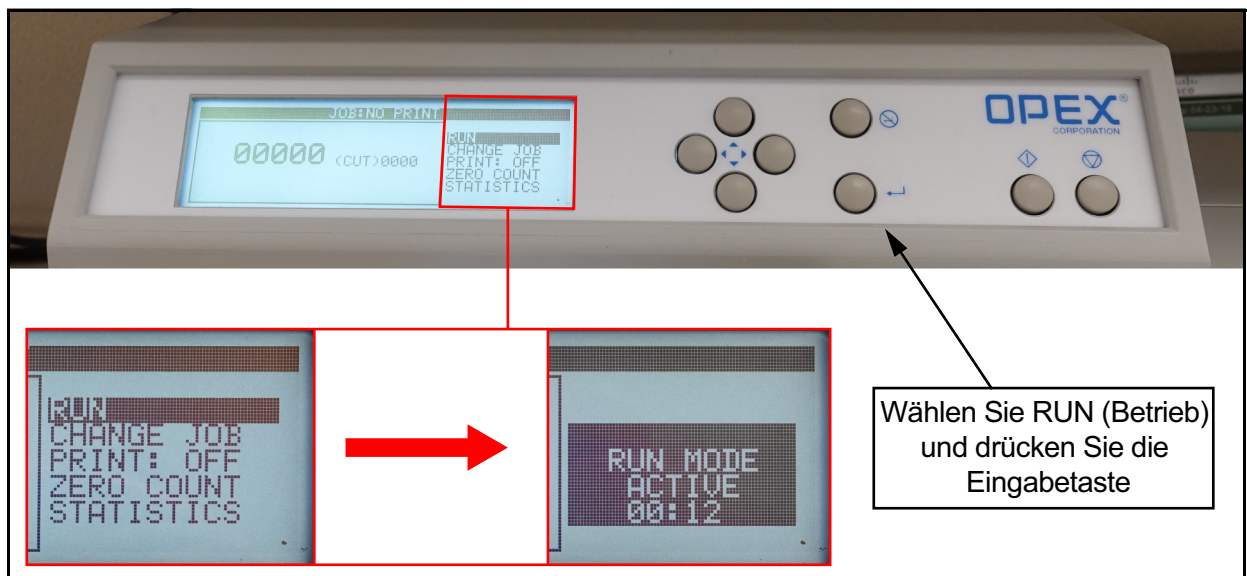

Abbildung 4-11: Das Gerät starten
9. Sobald Sie mit dem Betrieb beginnen können, heben Sie mit Hilfe der Pfeiltasten **Run (Betrieb)** hervor und drücken Sie die Taste Enter (Eingabe), um das Gerät zu starten (Abbildung 4-11). Der Bildschirm wird „RUN MODE ACTIVE“ (Betriebsmodus aktiviert) und die verstrichene Betriebszeit anzeigen.